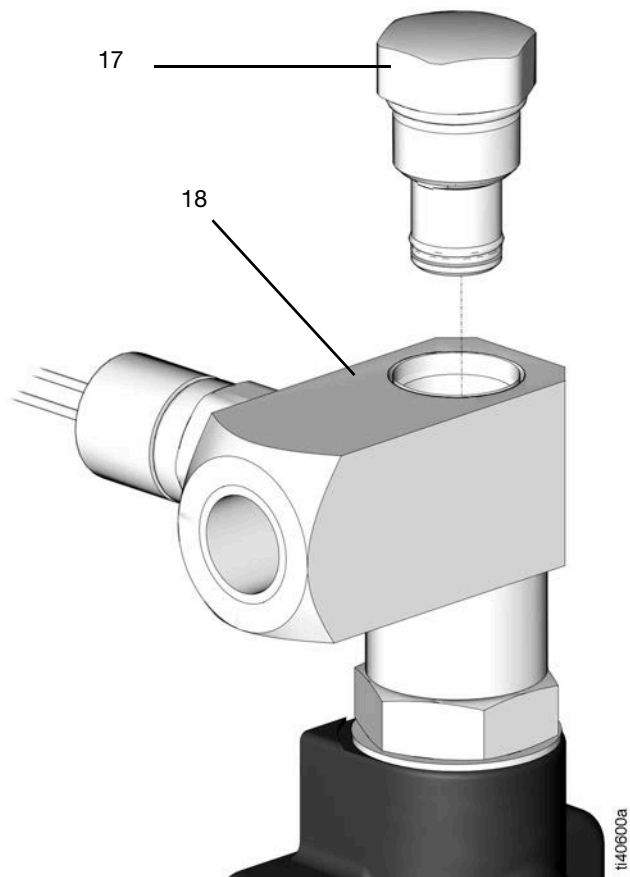

FIG. 35
3. Retire la válvula antirretorno estándar (17) del accesorio de salida (18) (FIG. 35).